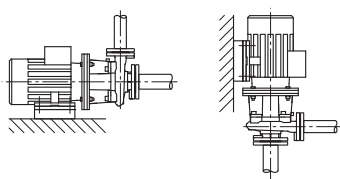

Fig. 41: Utførelse BL
- Blokkpumpe i serien BL må stilles opp på sikre fundamenter/konsoller (Fig. 41). Ved pumper av type BL må motoren understøttes fra en motoreffekt på 18,5 kW, se monteringsseksempler BL (Fig. 42).